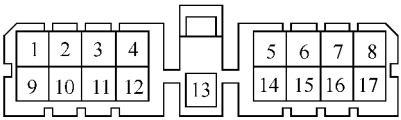

图 19-68 放大器的接插件
(1) 检查双 A/C 放大器回路。放大器的接插件如图 19-68 所示。其回路按表 19-19 检查配线侧的接插件。